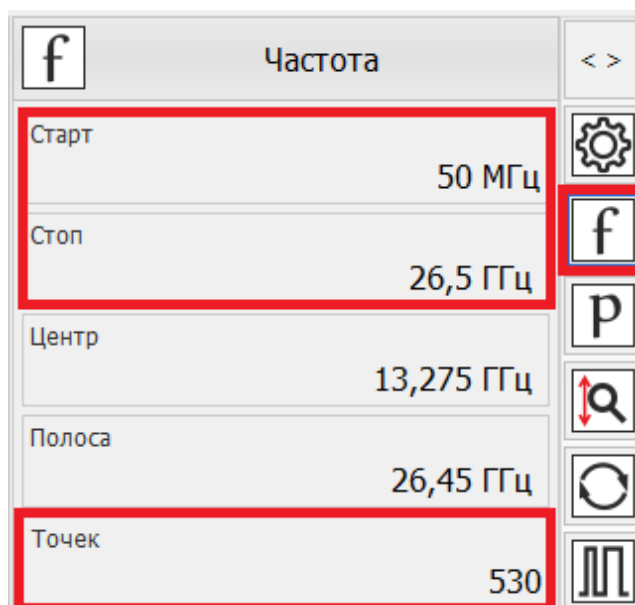

Рисунок 6. Задание частотного диапазона.
6. В панели управления «Частота» установить требуемый диапазон перестройки частоты и количество точек (рис. 6). В окне «Старт» задайте начальную частоту сканирования, которая определяет максимальное расстояние распространения сигнала, и, соответственно, максимальную длину исследуемой кабельной сборки. В поле «Стоп» задаётся конечная частота сканирования, определяющая дискретность установки частоты сканирования. Шаг по частоте необходимо устанавливать равным начальной частоте сканирования.